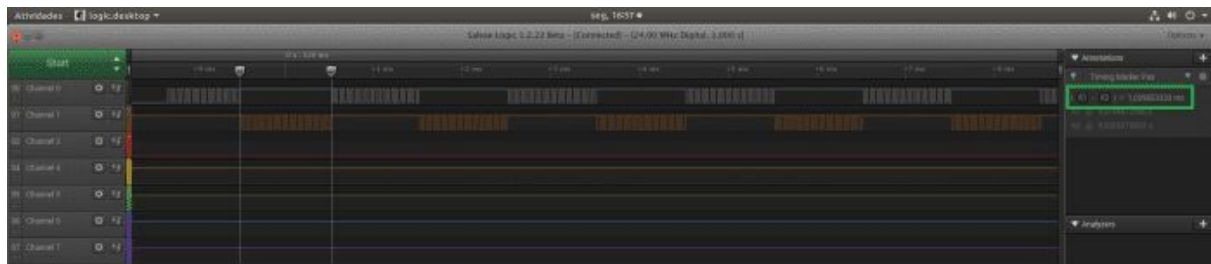
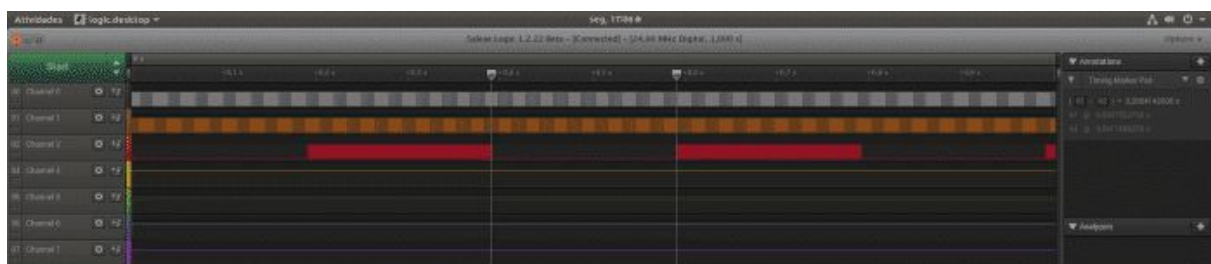

Figura 8 - Tarefas de prioridade igual concorrendo pelo CPU.
Figura 9 - FreeRTOS em embarcado Multi-Core.
Dando um zoom, podemos observar as duas tarefas “brigando” pela CPU, veja na figura 8. No canto superior direito da figura 8, a tarefa usa a CPU por 1 ms, que é o tempo do Time Slicing configurado em 1000 Hz.
Observando o gráfico numa base de tempo “humana” (figura 9), para nós parece que ambas estão executando simultaneamente, entretanto, podemos provar que as duas compartilham a CPU (figura 8), atente-se a isso em seus projetos de “Time Critical”.
Podemos ir mais longe já que nosso microcontrolador permite 2 das 3 CPU’s serem usadas pelo FreeRTOS. Atribuindo a tarefa 3 no outro CPU (1), podemos ver na figura 9 que ela executará realmente em simultâneo enquanto as tarefas 1 e 2 “brigam” pelo CPU (0).